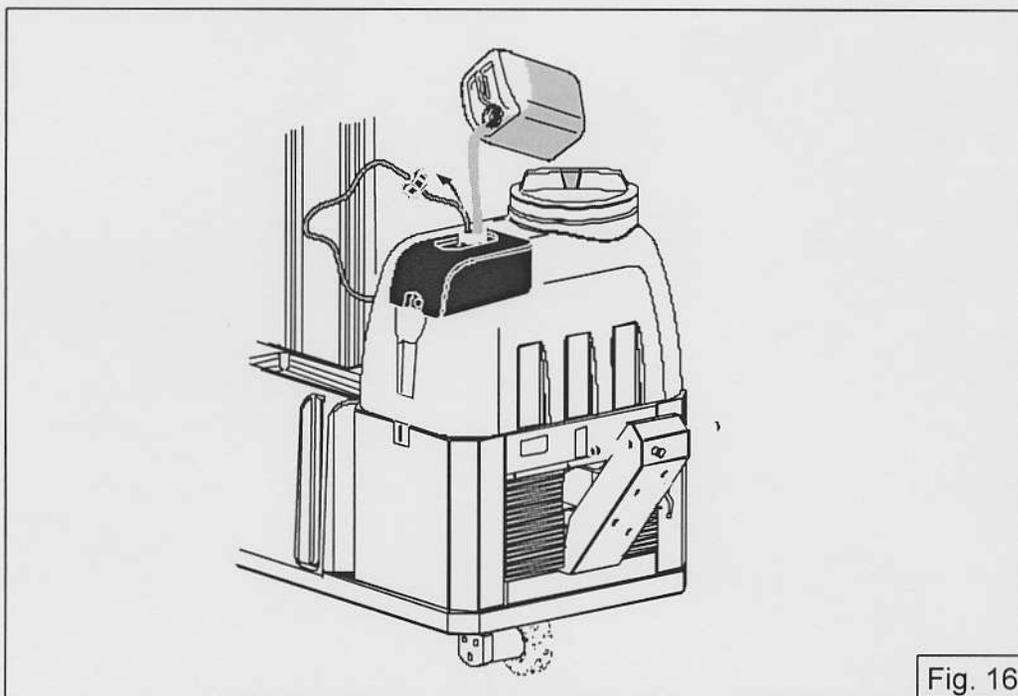

Fig. 16
- Llenar el tanque del detergente. (Fig. 16)
Puesto dentro del tanque del agua, el tanque del detergente se debe llenar como mostrado en la fig.16. La capacidad del tanque del detergente es de aproximadamente 10 litros.